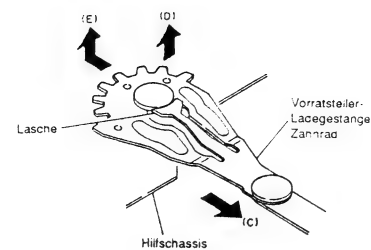

Abb. 2-58
- 2) Das Aufwickelteller-Ladegestänge-Zahnrad in Richtung des Pfeiles (C) bewegen (siehe Abb. 2-58).
- 3) Die Lasche des Aufwickelteller-Ladegestänge-Zahnrades mit einer Pinzette usw. festhalten und das Gestänge-Zahnrad in Richtung des Pfeiles (D) anheben; danach das Gestänge-Zahnrad in Richtung des Pfeiles (E) abnehmen.
- 2) Das Vorratstellers-Ladegestänge-Zahnrad in Richtung des Pfeiles (C) bewegen (siehe Abb. 2-58).
- 3) Die Lasche des Vorratstellers-Ladegestänge-Zahnrades mit einer Pinzette usw. festhalten und das Gestänge-Zahnrad in Richtung des Pfeiles (D) anheben; danach das Gestänge-Zahnrad in Richtung des Pfeiles (E) abnehmen.